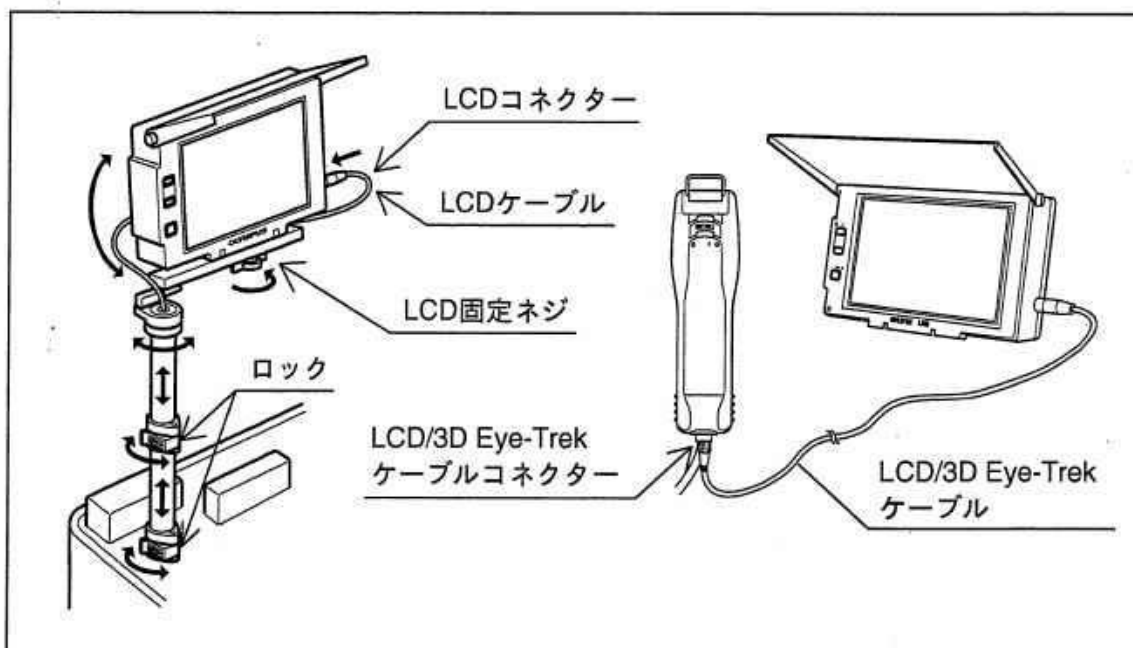

図4.7
2. モノポッドがスムーズに伸縮、ロックが可能か点検します（図4.7参照）。
1. LCDモニターがモノポッドの固定ネジにより緩みなくしっかり固定されていることを確認します（図4.7参照）。
2. LCDケーブルに切れなどの異常がなく、LCDコネクター部にしっかり接続されていることを確認します（図4.7参照）。
3. LCDモニターがモノポッドに対してスムーズに回転し任意の位置で固定されることを確認します (図4.7参照)。
4. LCDモニターはモノポッドから取りはずして使用することが可能です。取りはずす際はLCDコネクターをまずはずし、それからLCD固定ネジを緩めます。その後、付属の「LCD/3D Eye-Trekケーブル」をLCDコネクター、LCD/3D Eye-Trekケーブルコネクターへ接続して使用します (図4.7参照)。